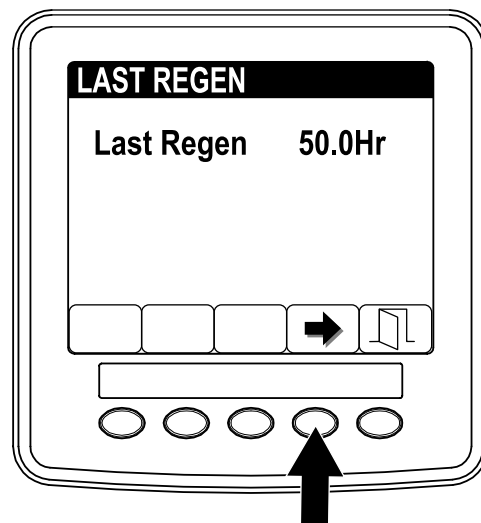

図 6
3. LAST REGEN フィールド 図 6 で、最後の再生リセット、駐車、リカバリ以降に何時間エンジンを使用したかを確認する。